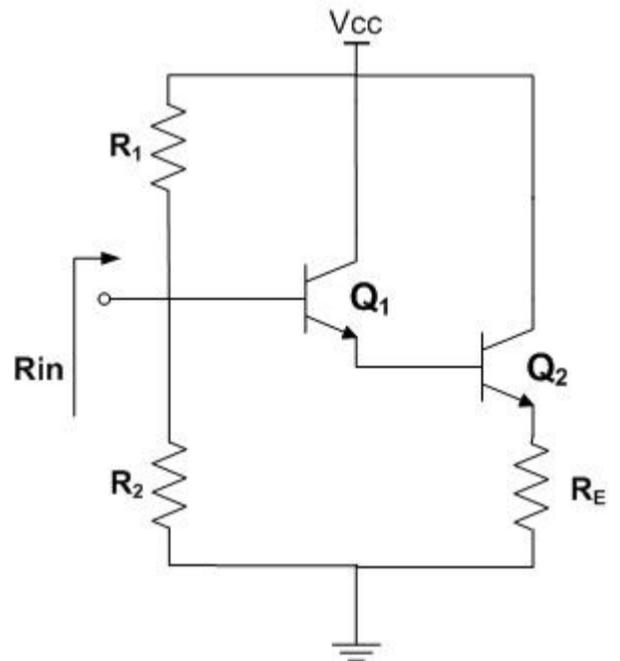

Figura 10
14. No circuito da figura 10, encontra-se a expressão para a impedância de entrada através de: